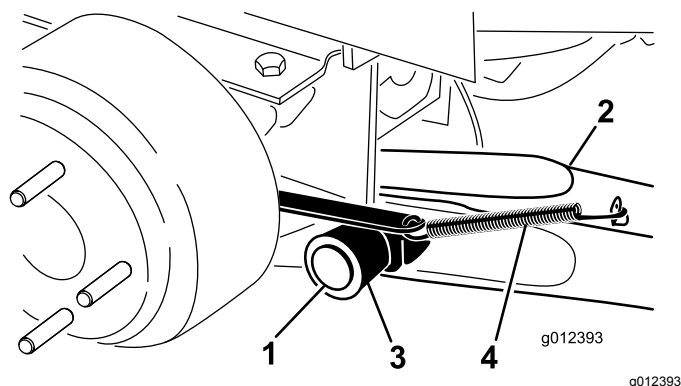

Figura 4
4. Montate un braccio di sollevamento sulla staffa orientabile con un perno girevole e una coppiglia (Figura 4). Montate il braccio di sollevamento con la parte piegata collocata verso l'esterno.
5. Agganciate la molla di ritorno del freno alla linguetta presente sul braccio di sollevamento (Figura 4).